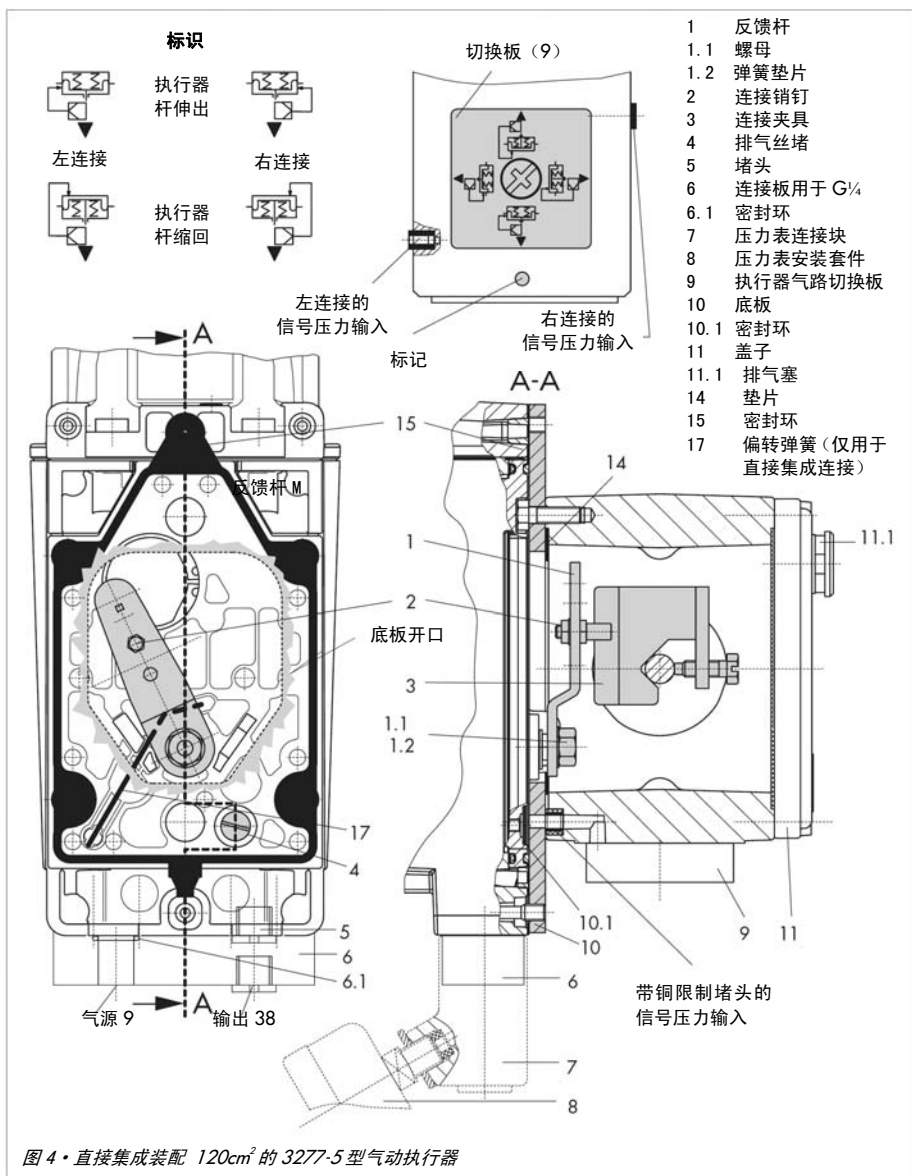

图 4 • 直接集成装配 120cm² 的 3277-5 型气动执行器
1. 参见图 4 选择符合故障-安全位置和定位器连接方式要求的符号:
3. 如可行, 把带压力表的压力表连接块 (7) 装到定位器上; 当要求 G1/4 螺纹连接时, 安装连接板 (6), 确保将两个密封环 (6.1) 放置在合适的位置上。
4. 从定位器背面取下排气孔的丝堵 (4)。并且用附件中的堵头 (5) 塞住连接板 (6) 或压力表连接块 (7) 上的信号压力输出接口 “Output 38”。
5. 将连接夹具 (3) 装到执行器杆上, 对齐并拧紧, 确保安装螺钉拧在杆的凹槽内。
7. 将底板 (10) 切口的狭窄侧 (图 4, 左边) 指向信号压力连接处。确保粘合的垫片 (14) 放好在执行器支架上。
8. **15mm 行程:** 将反馈杆 **M** (1) 上的连接销钉 (2) 保持在定位器背面位置 (35) 处 (出厂状态)。